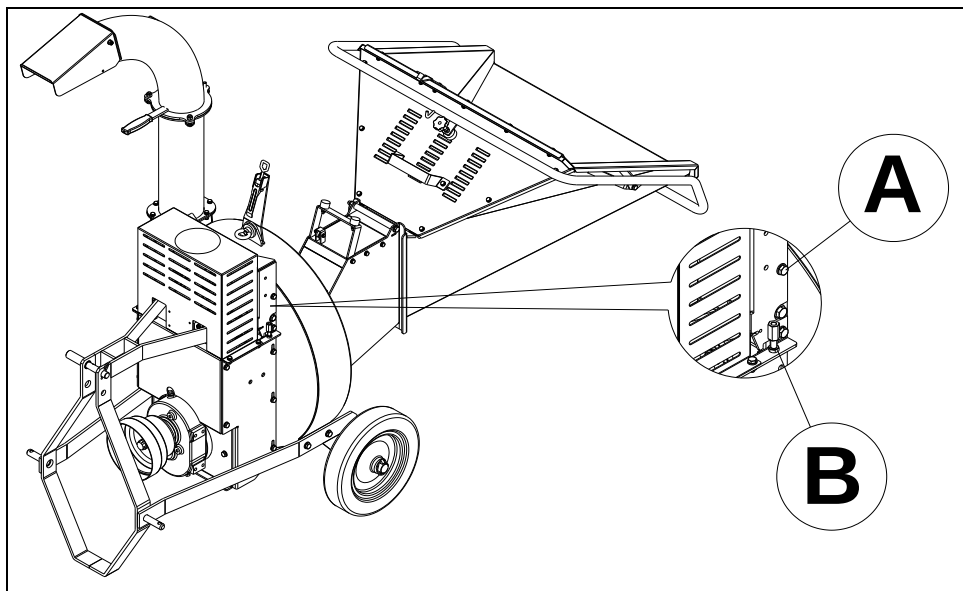

Fig. 28
- Desserrer les vis du **A** du support de la pompe (fig. 28).
- Desserrer la vis **B** du tendeur pour régler la tension de la courroie (fig. 28).